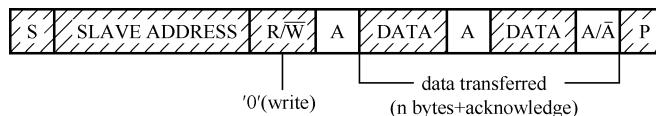

图 7.15 主机（发送发起方）寻址从机（接收方）的数据帧示意图
(1) 开始信号：处理器让 SCL 时钟保持高电平，然后让 SDA 数据信号由高变低就表示一个开始信号。 I^2C 总线上的设备检测到这个开始信号后，它就知道处理器要发送数据了。
(2) 停止信号：处理器让 SCL 时钟保持高电平，然后让 SDA 数据信号由低变高就表示一个停止信号。 I^2C 总线上的设备检测到这个停止信号后，它就知道处理器已经结束了数据传输，于是它们就可以各忙各的了，如进入休眠等。
(3) 数据传输：SDA 上传输的数据必须在 SCL 为高电平期间保持稳定，因为外接 I^2C 设备在 SCL 为高电平期间才采集数据，确定 SDA 是高或低电平。SDA 上的数据只能在 SCL 为低电平期间才被允许翻转变化。
(4) 响应信号 (ACK)：处理器把数据发给外接 I^2C 设备，如何知道 I^2C 设备已经收到数据呢？这就需要外接 I^2C 设备回应一个信号给处理器。因为处理器发完 8bit 数据后就不再驱动总线了 (SDA 引脚由输出变为输入)，而 SDA 和 SCL 硬件设计时都有上拉电阻，所以这时候 SDA 变成高电平。那么在第 8 个数据位，如果外接 I^2C 设备能收到信号的话，将在第 9 个周期把 SDA 拉低，这样处理器检测到 SDA 拉低就能知道外接 I^2C 设备已经收到数据。
(5) I^2C 上的数据是从最高位开始传输的。
(6) 多设备通信： I^2C 总线是允许挂载多个设备的，如何访问其中一个设备而不影响其他设备呢？答案是：主机（发送发起方）通过发送寻址从机（接收方）的数据帧来访问。图 7.15 为寻址从机（接收方）的数据帧示意图：其中，S 表示起始，P 表示停止，A 表示响应，DATA 表示一字节数据，SLAVE ADDRESS 表示从机地址 (7bit) +R/W (1bit, 就主机而言，0 表示写，1 表示读)。因为用 7bit 表示从地址，那么可以挂载的从设备数量理论上是 $2^7=128$ 个，当然这还取决于驱动能力。